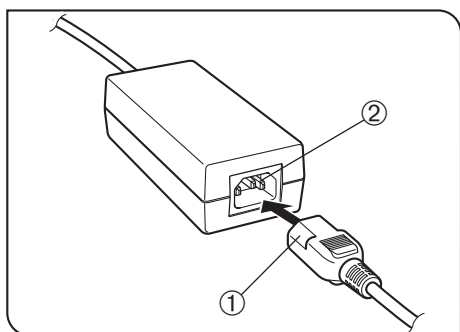

Рис. 53
(Рис. 53 - 55)
### Пользование адаптером переменного тока (рис. 53)
1. Прочно вставьте соединитель ① шнура питания в входное гнездо ② адаптера переменного тока (рис. 53).